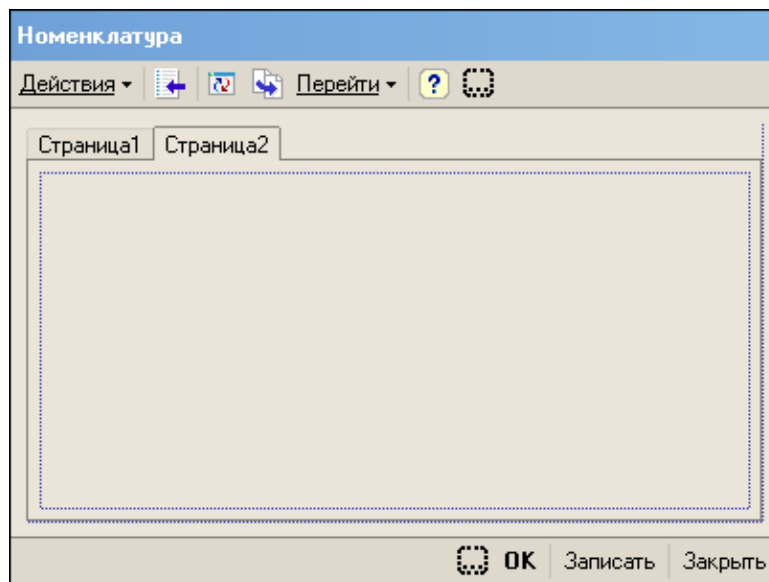

Рис. 120
- добавим на панель еще одну страницу, для этого на поле формы включим контекстное меню (правая кнопка мыши) и выберем пункт *Добавить страницу* (рис. 120);